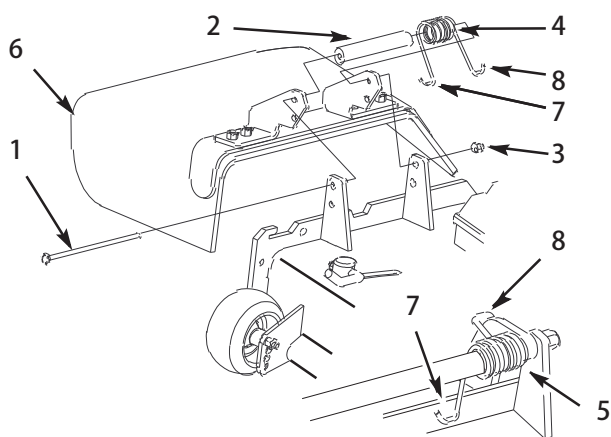

図 39
2. デフレクタをピボット・ブラケットに固定しているロックナット、ボルト、スプリング、スペーサを外す (図39)。デフレクタを取り外す。
3. デフレクタのブラケットの間にスペーサとスプリングを入れる (図39)。スプリングの左側のフックを デッキのエッジに引っ掛ける。
注： ボルトを取り付ける前に、スプリングの J フックが図39のようにデッキのエッジに取り付けられていることを確認してください。
4. ボルトとナットを取り付ける。スプリングの右側の J フックの端を、デフレクタに引っ掛ける (図39)。